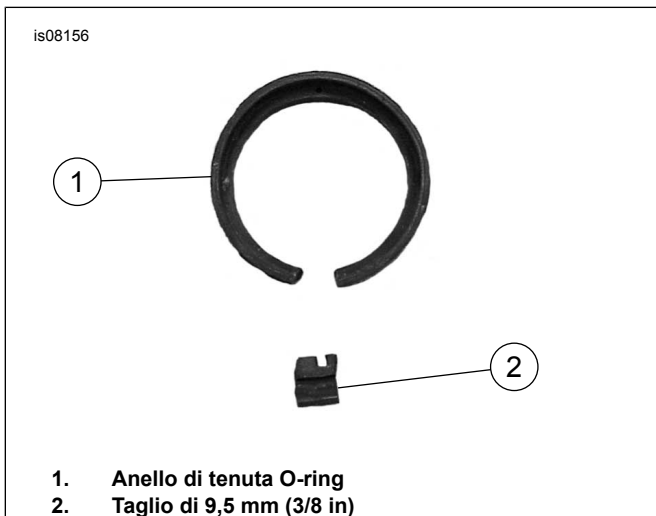

Figura 12. Modifica dell'anello di tenuta O-ring
- a. Vedere Figura 12. Localizzare le 3 scanalature che allineano la guarnizione dell'anello di tenuta O-ring al guscio dell'indicatore di direzione. Tagliare dall'anello di tenuta O-ring un tratto di circa 9,5 mm (3/8 in) in corrispondenza della scanalatura centrale inferiore.